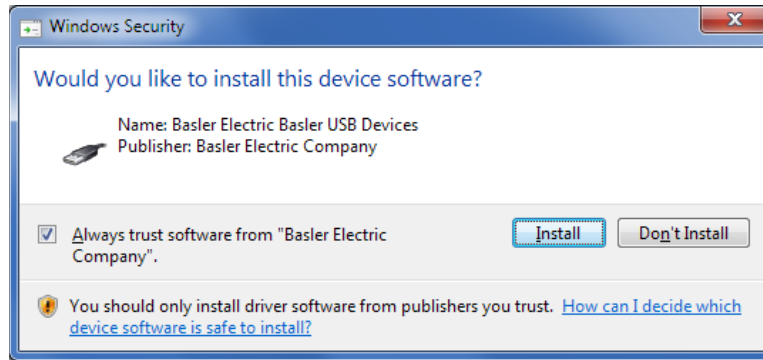

Abbildung 8-6. Windows Security
Schritt 6. Wird ein Windows Security Fenster angezeigt (Abbildung 8-6), klicken Sie auf Installieren.